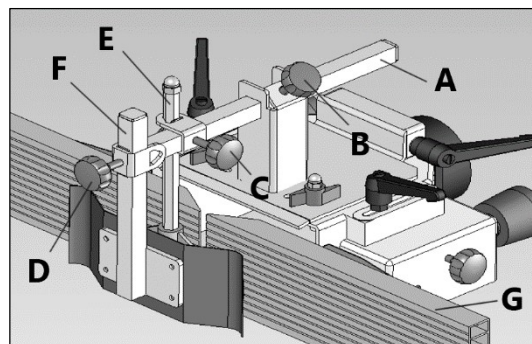

Рисунок 12.
Вставьте квадратный стержень **A** (рис. 12) в крышку кожуха и зафиксируйте его винтом-барашком **B**. Установите вертикальный держатель **E** на квадратный стержень **A** и зафиксируйте его винтом-барашком **C**. Вставьте передний защитный кожух **F** в конец квадратного стержня и зафиксируйте его винтом-барашком **D**. При правильной установке обрабатываемая деталь плотно прижимается как к столу, так и к упору.
- соедините щечки **G** упора (рис. 12) вместе так, чтобы края не касались режущего инструмента;